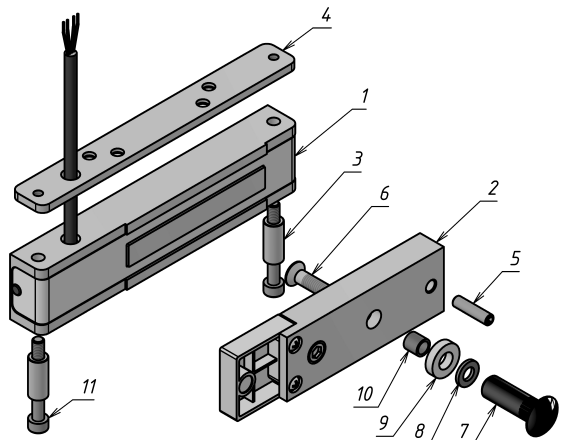

Рисунок 1 – Комплект поставки замка
3.1 Комплект поставки (рисунок 1):
- корпус (1) - 1 шт.
- якорь (2) - 1 шт.
- втулка (3) - 2 шт.
- планка резьбовая (4) - 1 шт.
- комплект крепления якоря: штифт (5), винт М6х35 (6), втулка (7), шайба (8), кольцо уплотнительное (9), втулка проходная (10)
- винт М5х40 (11) - 2 шт.
4.5 Винт крепления якоря (поз.6 рис.1) необходимо затянуть с усилием, достаточным для исключения его отворачивания в